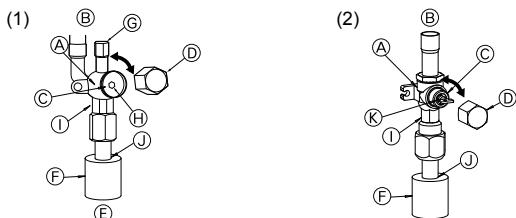
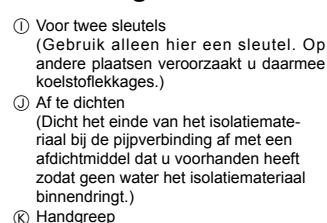

Fig. 4-6
Fig. 4-7
- (1) Vloeistofzijde van afsluitkraan (Fig. 4-6)
- ① Togliere il cappuccio e girare la barra della valvola in senso antiorario fino a quando va con l'uso di una chiave esagonale da 4 mm. Smettere di girare quando colpisce il fermo. (Circa 10 giri)
- ② Let erop dat de afsluitkraan geheel open is en draai de kap terug naar de oorspronkelijke stand.
- (2) Gaszijde van afsluitkraan (Fig. 4-7)
- ① Verwijder de dop, trek de hendel naar u toe en draai deze een 1/4 slag tegen de wijzers van de klok in om te openen.
- ② Zorg ervoor dat de afsluitkraan volledig is geopend, duw de hendel in en draai de dop terug naar de oorspronkelijke positie.